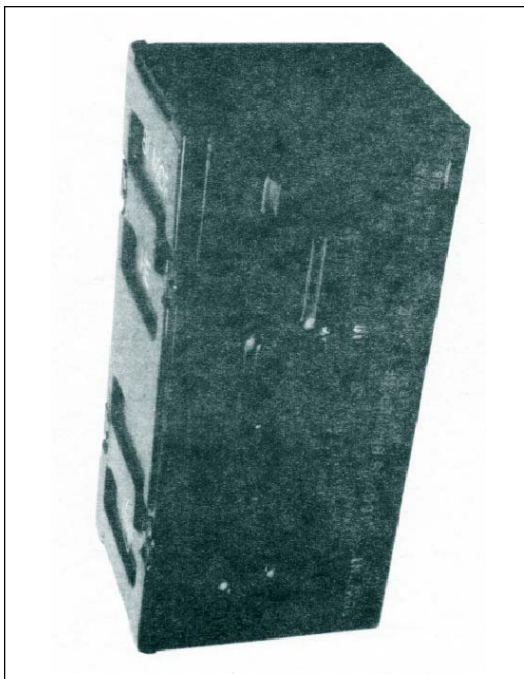

Fig 1-8.Cunhete
(2) Uma etiqueta em forma de diamante indica o grupo explosivo. Os explosivos são agrupados de acordo com suas características e condições de fabricação, embalagem e conservação. O estojo completo, com duas granadas HE ou fumígenas pesa, aproximadamente, 11,8 Kg. O estojo com duas granadas iluminativas pesa, aproximadamente, 11,2 Kg.
b. Cunhete (Fig 1-8)
(1) O cunhete é metálico, normalmente pintado de marrom e pode conter: